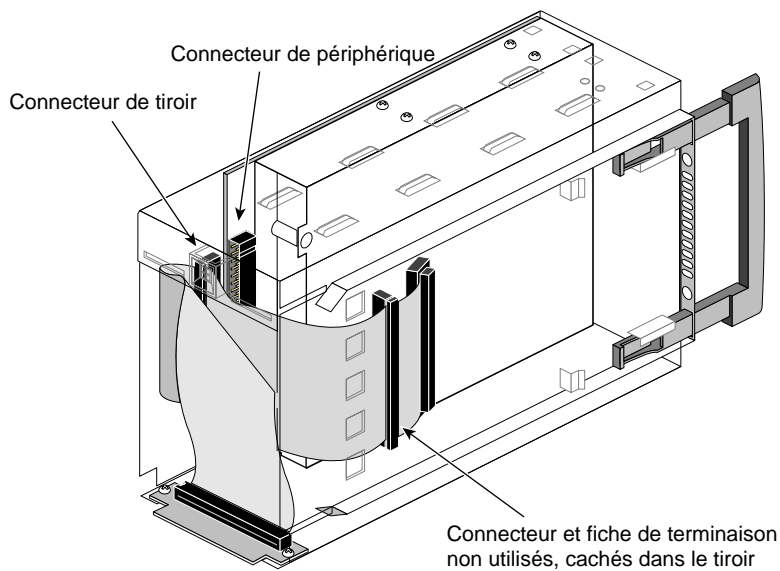

Figure 2-11 Connexion du câble SCSI à un lecteur de disquettes 5,25 pouces
5. Raccordez l'un des connecteurs du câble SCSI au lecteur. Choisissez le connecteur dont la position convient le mieux au connecteur SCSI du lecteur (voir Figure 2-11).